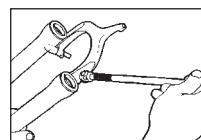

Fig. 8
- Appliquez du Judy Butter Nouvelle Formule sur la surface des quatre bagues, l'intérieur des tubes inférieurs et remplissez complètement la poche entre les rebords du joint Resi-wiper. Utilisez une extension de douille enveloppée d'un sparadrap trempé dans du Judy Butter pour atteindre l'intérieur des tubes inférieurs (voir Fig. 8).